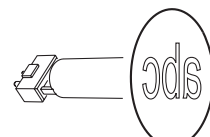

Bild 10. Richtige Gobo-Orientierung
Die in Bild 10 gezeigten Gobo-Orientierungen sind in den meisten Fällen richtig. Wenden Sie sich an Ihren Martin Händler oder den Gobo-Hersteller, wenn Sie Fragen zur richtigen Orientierung des Gobos haben...
4. Legen Sie das neue Gobo mit der zum Leuchtmittel weisenden Seite nach oben, zur Haltefederweisend, in den Halter. Siehe Bild 10 und Bild 11.
4. Schieben Sie das Gobo unter Beachtung der Orientierung (siehe Bild 10) unter die Haltefeder. Richten Sie das Gobo zentrisch zur Goboposition aus.